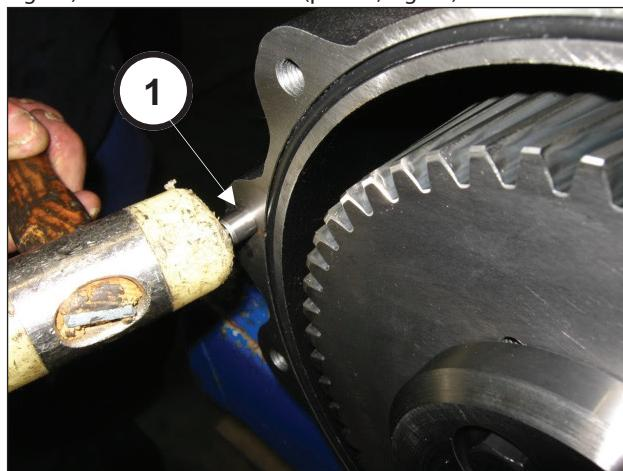
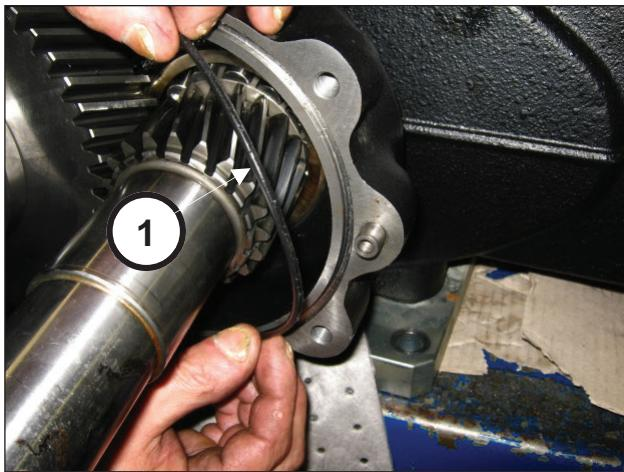

Fig. 70
Fig. 71
Coloque os 2 pinos de Ø10x24 na caixa do redutor (pos. ①, Fig. 70) e insira o anel circular (pos. ①, Fig. 71).